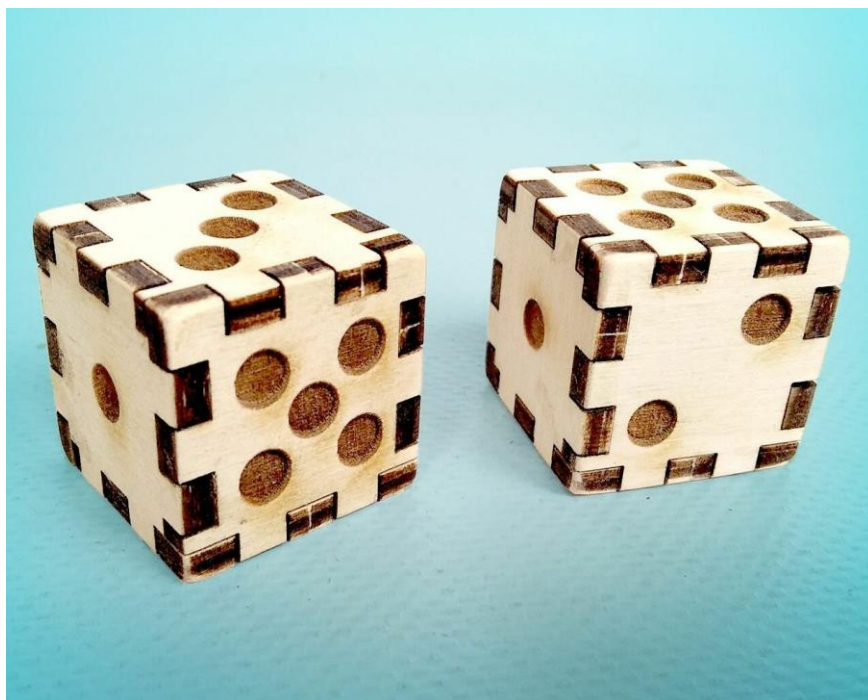

Рис. 1. Игральные кости
1. По указанным данным, сделайте Игральные кости в количестве 2 шт. (рис. 1).